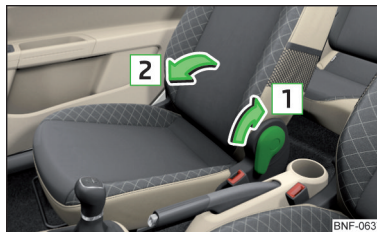

Fig. 54
- Træk grebet i pilens retning **1** » Fig. 54.